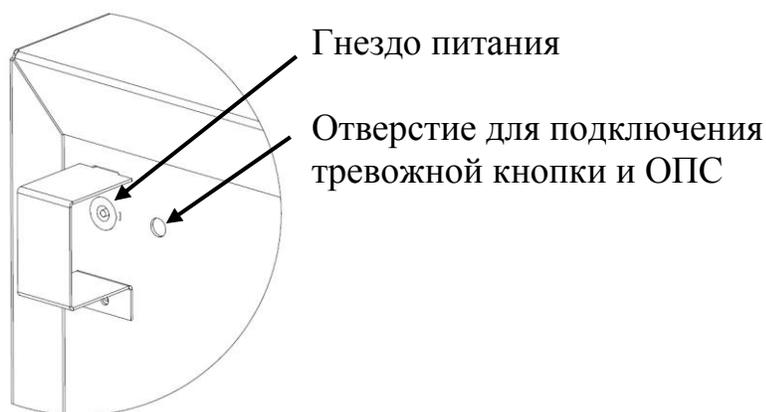

Рис.2 Расположение гнезда питания и отверстия для подключения тревожной кнопки и ОПС.
2. Подключите сетевую кабель к блоку питания, затем низковольтный разъем блока питания воткните в гнездо, расположенное на задней стенке темпокассы (рис.2), при этом на панели управления красным цветом загорится индикатор сети (рис.1).